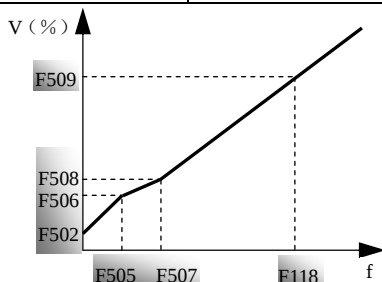

图 5-8 折线式 V/F 曲线
• 用户可根据自己的需要及负载的实际情况，自行定义折线式 V/F 曲线，例如图 5-8 所示。